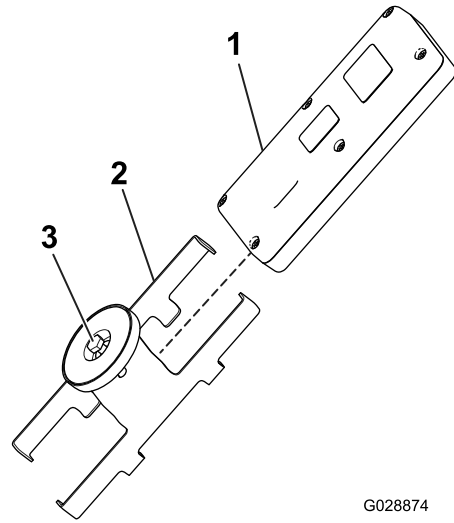

图18
5. 将手持遥控器装入磁性遥控器支架将两半滑到一起并固定然后拧紧磁性支架内的螺栓 图18。